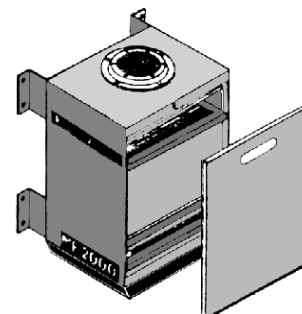

Рисунок 8.2
8.2. Ослабьте прижим фильтрующей кассеты и извлеките ее, затем предварительный фильтр и угольный фильтр (там, где он устанавливается) (см. рис. 8.2.).
9.2. Откройте дверь фильтра, ослабьте прижим фильтрующей кассеты и извлеките: ее, предварительный фильтр и угольный фильтр (там, где он устанавливается) (см. рис. 8.2.).